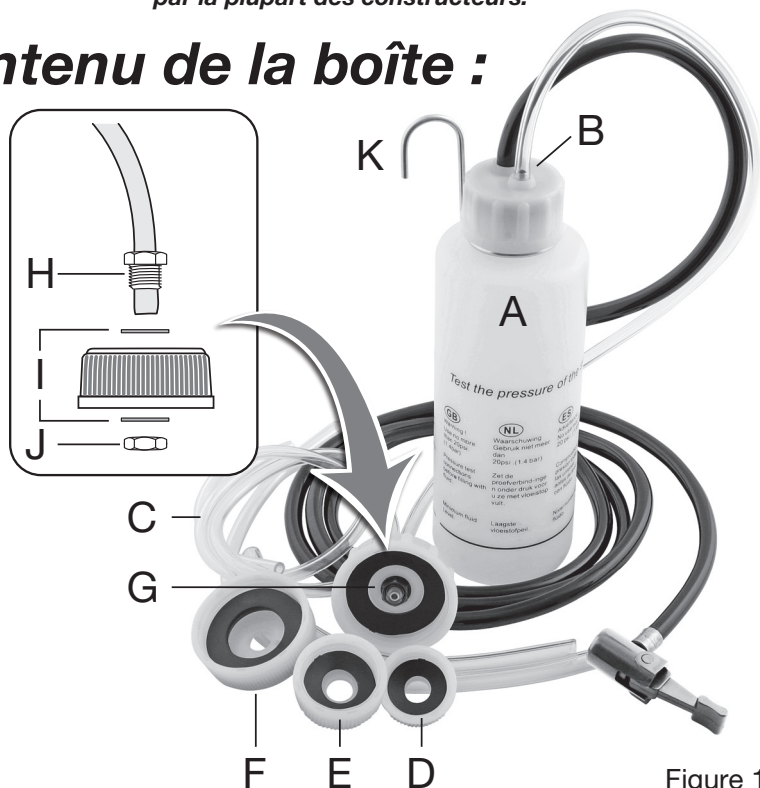

Figure 1
1. Déposer le capuchon du réservoir du véhicule, sélectionner le capuchon approprié et le visser sur l'appareil de la façon illustrée sur le schéma (**figure 1**). Raccorder ensuite au réservoir.
- Choisir l'adaptateur de capuchon de réservoir correct **D, E F** ou **G** (se référer à la **figure 1**) ; le kit est fourni avec une sélection de capuchons de réservoir qui se montent sur la plupart des véhicules avec des réservoirs de liquide de frein à capuchon vissé. Si nécessaire, il est possible d'utiliser le capuchon multi-usages **77042** (non inclus dans le kit – voir page 7).